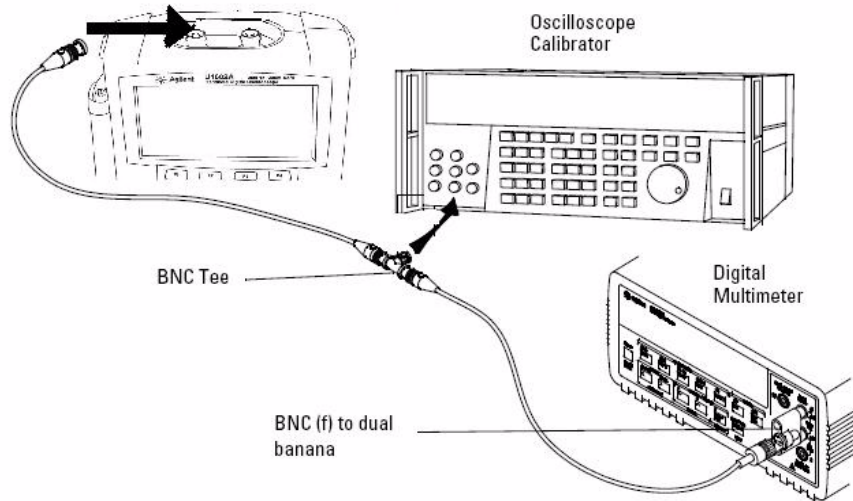

Figura 7-1 Conexión de prueba entre el calibrador, el instrumento y el multímetro digital
- 3 Utilice el BNC en T y los cables para conectar el calibrador/la fuente de alimentación al instrumento y al multímetro como se muestra en la Figura 7-1.